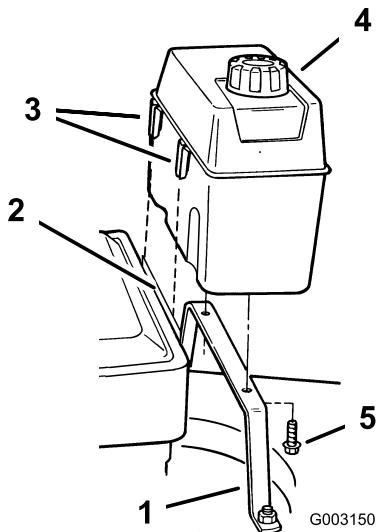

Figura 4
1. Empiece a enroscar los dos tornillos autorroscantes en el fondo del depósito de combustible, luego retire los tornillos (Figura 4).
2. Enganche los clips de plástico de la parte delantera del depósito de combustible en el soporte de montaje del depósito de combustible (Figura 4).
3. Fije el depósito de combustible a la base del depósito con los 2 tornillos autorroscantes (Figura 4). **No apriete demasiado los tornillos.**